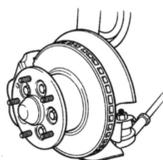

Fig. 2
- 6b. Bauart mit Außenlagerung (Fig. 2). Radlagerhaltemutter lösen und abnehmen, dann Radnabe/Bremsscheibe abziehen. Scheibe von Nabe abnehmen.